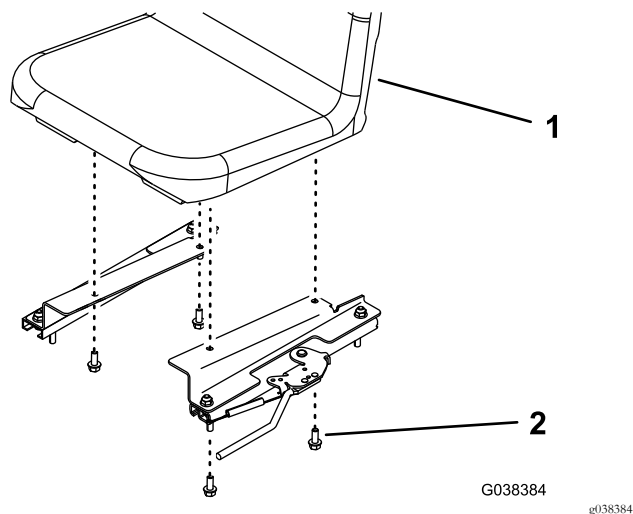

Figura 6
- Montate il sedile sulle relative staffe utilizzando 4 bulloni (5/16 x 3/4 poll.), come illustrato nella Figura 6.